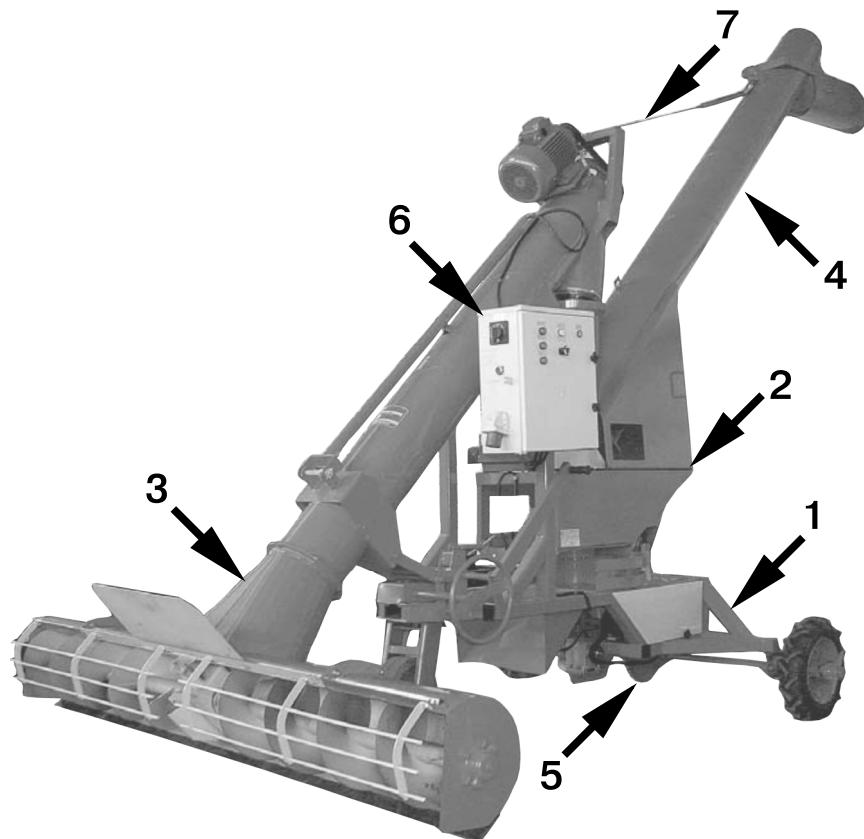

Рис. 1
1.2. Зернопогрузчик самоподвижной ПЗ-100 (рис.1) производительностью 100 т/ч предназначен для механизации погрузочно-разгрузочных работ на открытых площадках с твердым покрытием и зерноскладах.
3.1. Машина состоит из следующих основных узлов и механизмов (рис. 1): рама с ходом 1, рама поворотная 2, транспортер загрузочный 3, транспортер отгрузочный 4, механизм самохода 5, пульт с электрооборудованием 6, шпренгель 7.